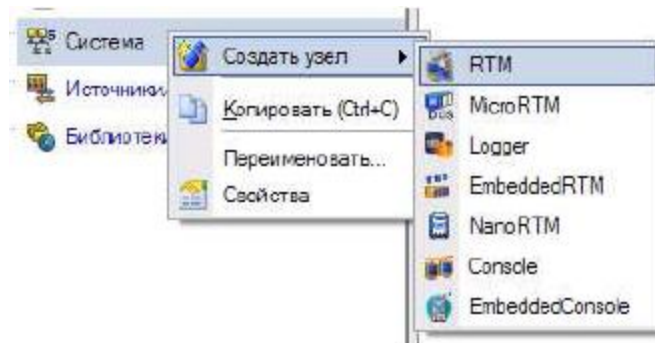

Рис. 1.2 Створення вузла
2. **Створення вузла.** Виділіть рядок *система* в навігаторі проекту (Рис. 1.2). Викличте контекстне меню клацанням правої клавіші миші. У контекстному меню виберіть рядок *створити вузол*. Серед запропонованих типів вузлів виберіть *RTM*.